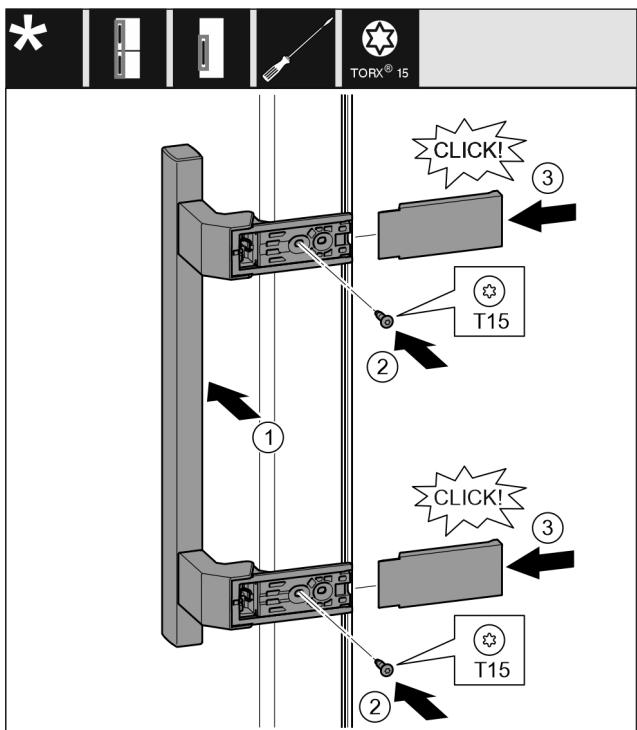

Fig. 20
- Установите ручку на противоположной стороне. *Fig. 20 (1)*
- Затяните винты отверткой T15. *Fig. 20 (2)*
- Установите крышки сбоку и надвиньте их. *Fig. 20 (3)*